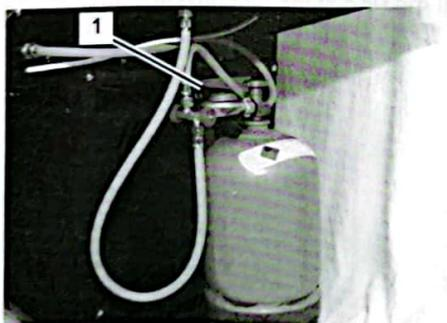

Abb. 35
7. Hängen Sie den Flüssiggas-Behälter an den Halter (Abb. 35/1).